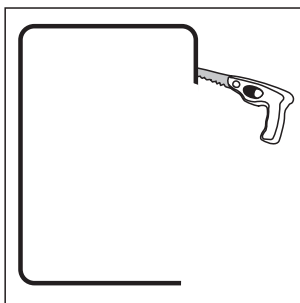

FIGURE 11
- Carefully cut the hole with the appropriate cutting tool for your wall or ceiling material. Start the hole by drilling a hole on the inside of the tracing (with the drill bit touching the line). Use this hole to insert the saw or knife and begin cutting [figure 11].
- Découpez soigneusement l'embrasure avec l'outil approprié au matériau de votre mur ou plafond. Commencez en faisant un trou à l'intérieur du traçage (la mèche touchant le traçage). Utilisez ce trou pour insérer la scie ou le couteau et commencer la coupe [figure 11].